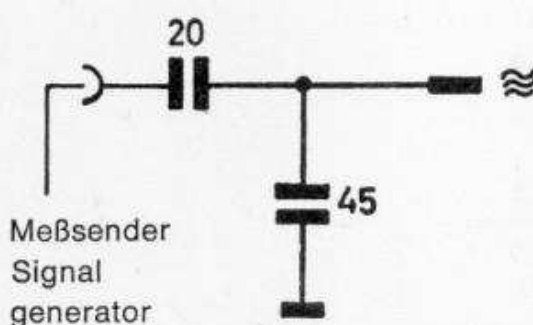

Fig. 4
- 7.6 Beim AM-Abgleich künstliche Antenne, Fig. 4, verwenden.
- 7.6 For AM alignment use dummy antenna, see fig. 4.